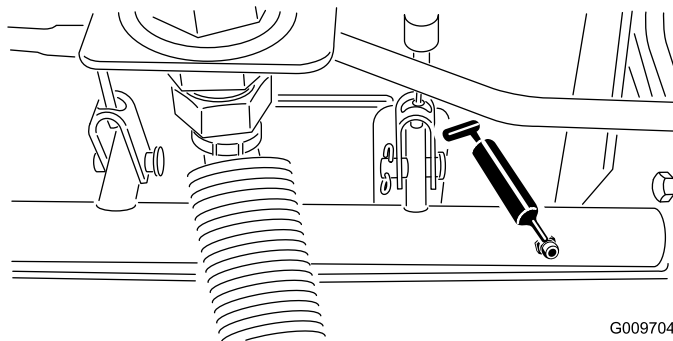

Рисунок 38
- Шарнирные опоры вала тормоза (5 шт.), как показано на Рисунок 38